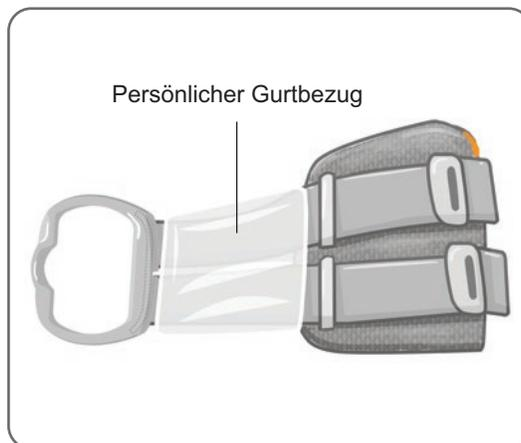

Abbildung 6-3: Persönlicher Gurtbezug an der Unterschenkelmanschette
1. Schieben Sie den persönlichen Gurtbezug über den Gurt der Unterschenkelmanschette. Siehe Abbildung 6-3.